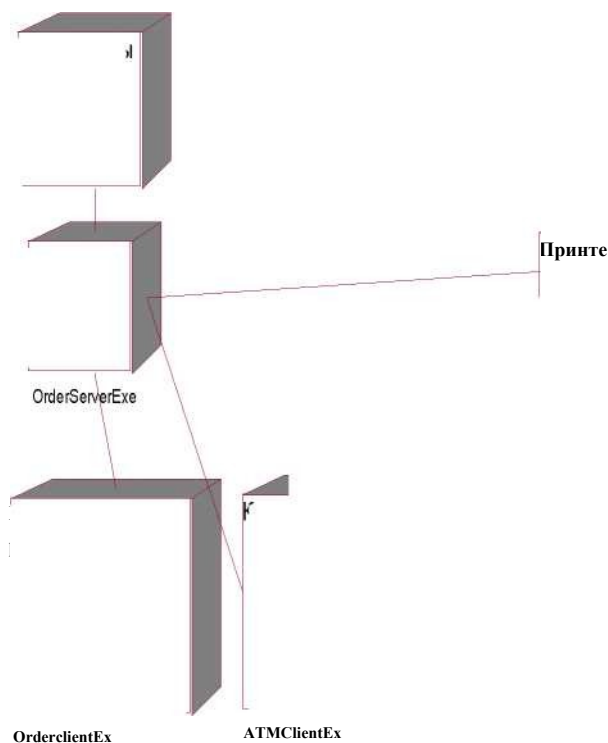

**Рис. 17. Результаты реинжиниринга проекта Delphi в Rose**
- в этом же представлении в пакете Unit1 создан класс TForm1 и Unit1 оба соотнесенные с вновь созданным компонентом Unit1. Кроме того, в этом же пакете создавалась диаграмма классов Overview, содержимое которой показано на рис.17